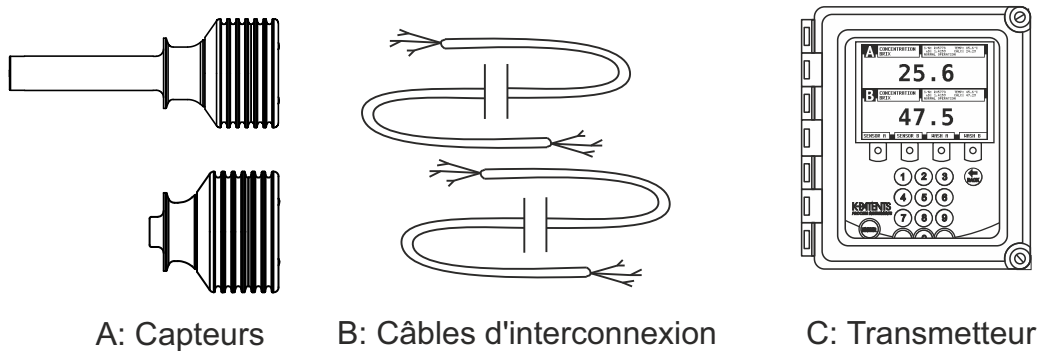

Figure 1.1 Équipement du réfractomètre
Le capteur du réfractomètre en ligne (sur la Figure 1.1) mesure l'indice de réfraction n_D et la température du support du procédé. Ces informations sont envoyées au transmetteur (C) au moyen du câble d'interconnexion (B). Le transmetteur DTR calcule la concentration du liquide du procédé en fonction de l'indice de réfraction et de la température et en tenant compte des conditions prédéfinies pour le procédé. La sortie du signal DTR est un signal de sortie compris entre 4 et 20 mA CC proportionnel à la concentration de la solution du procédé. Les données du procédé peuvent également être téléchargées sur un ordinateur à l'aide d'un câble Ethernet.